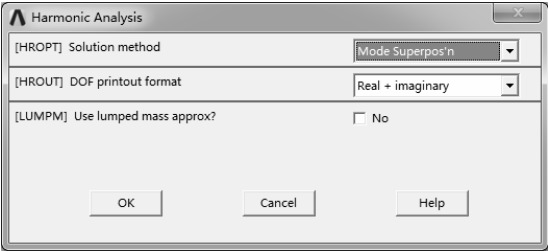

图 7-152 “Harmonic Analysis” 对话框
2) 选择“Main Menu>Solution>Analysis Type>Analysis Options”命令，弹出“Harmonic Analysis”对话框，在“Solution method”中选择“Mode Superpos'n”（模态叠加法）选项，在“DOF printout format”中选择“Real+imaginary”（结果输出设置按照幅值和相位），如图 7-152 所示。单击“OK”按钮确认。